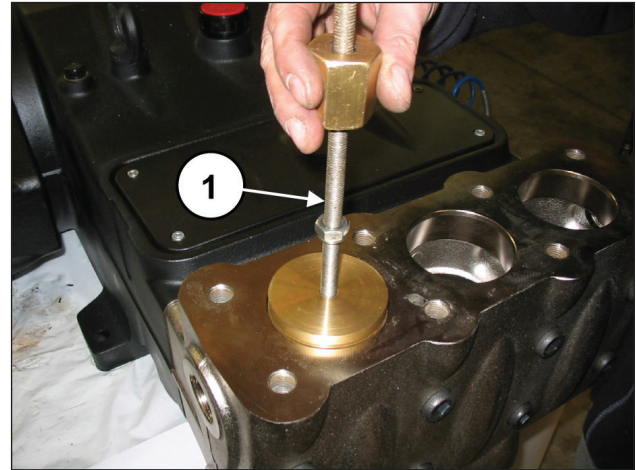

Abb. 90
Entfernen Sie die Ventilkappe mithilfe eines Abziehers mit Schlagwerk an der Bohrung M10 der Ventilkappe (Pos. ①, Abb. 90).